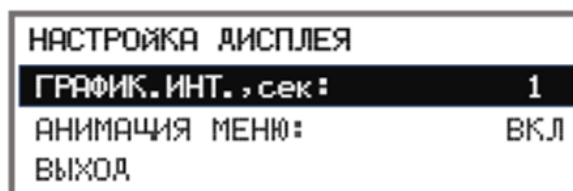

Рисунок 45 – Настройка дисплея
1) В подменю «Настройка дисплея» можно произвести включение/отключение анимации дисплея, а также произвести настройку интервала сбора данных для графика, показывающего измеренную концентрацию за последнее время работы газоанализатора (см. рисунок 45);